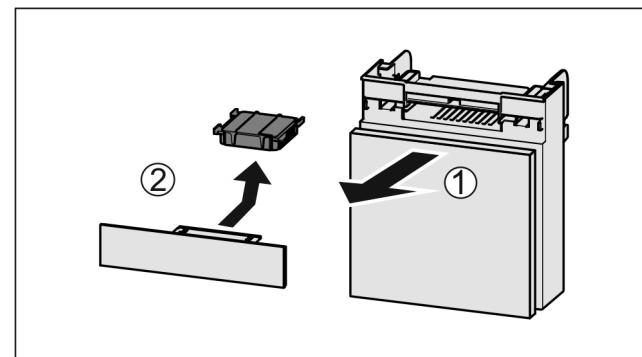

Fig. 122
- Вытянуть Fig. 122 (1) отделение движением вперед.
- Извлечение Fig. 122 (2) фильтра с активированным углем.